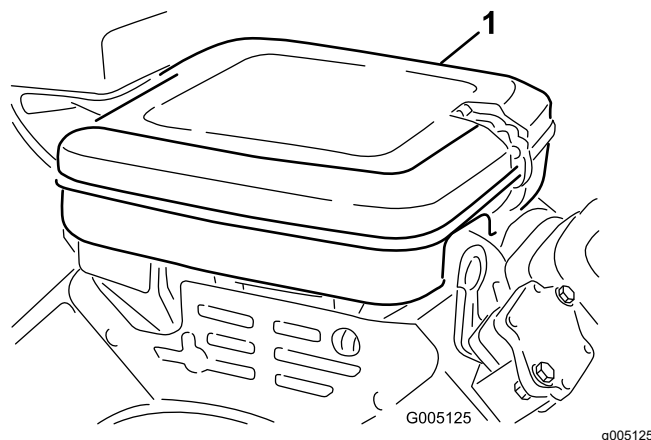

Figura 31
1. Limpie la cubierta del limpiador de aire (Figura 31).